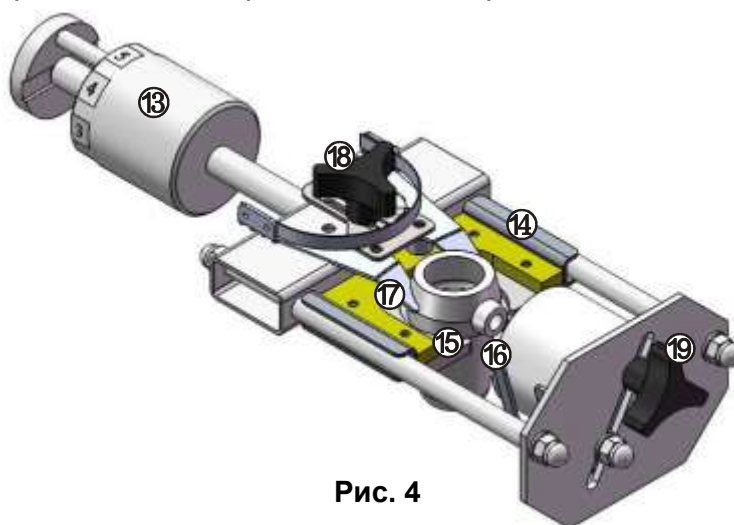

Рис. 4
4.2.3 Карусель выполнена в виде рамы (рис.4), на одном конце которой расположен противовес (13), на другом - каретка (14) с плитой (15) для установки тигля и ложе (16) для опоки. Тигли на плите (15) фиксируются подпружиненным зажимом (17). Перемещение каретки ограничено подвижным упором (18), что предотвращает соударение керамических деталей с металлическими частями карусели. Положение упора (18) определяется длиной опоки. Совмещение осей заливочного отверстия опоки и носика тигля производится перемещением и фиксацией ложа ручкой (19).